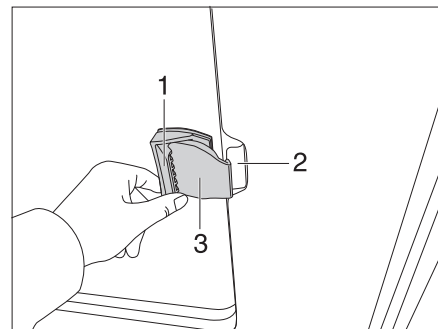

Fig. 64 Finestra scorrevole senza bloccaggio
- Tirare lo sportellino della maniglia (Fig. 64,1) e contemporaneamente tirare o spingere la maniglia in avanti.